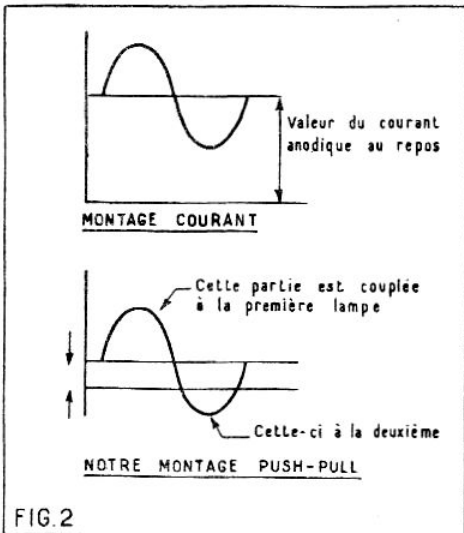

FIG. 2
La charge de la 6H6 est constituée par la résistance R3, shuntée par le condensateur C6. Par ailleurs, comme le courant circule dans le sens anode vers cathode, la tension produite aux bornes de R3 a les polarités + et - indiquées sur la figure 2.
Et la consommation anodique, alors ? Vous savez que, par principe, l'on ne tient compte que du courant anodique que l'on peut lire au repos ; vous placez votre milliampèremètre dans la plaque et vous lisez cette valeur. Si à ce moment-là vous poussez votre potentiomètre, vous verrez bien vite votre aiguille animée d'un mouvement de danse, suivant, à peu de chose près, la modulation, le son. Mais ces écarts-là, nous n'en tenons jamais compte. Cette valeur dépend donc, et cela est logique, de la polarisation : en règle générale, le courant est d'autant plus fort au repos que cette polarisation de la grille de commande est plus faible (fig. 2).
indiquée sur les plans (fig. 2 et 3). Sur une des vis de fixation du support de EBF80, on met un relais à 2 cosses isolées (E). Sur la face arrière on fixe les plaquettes A-T PU et HPS.